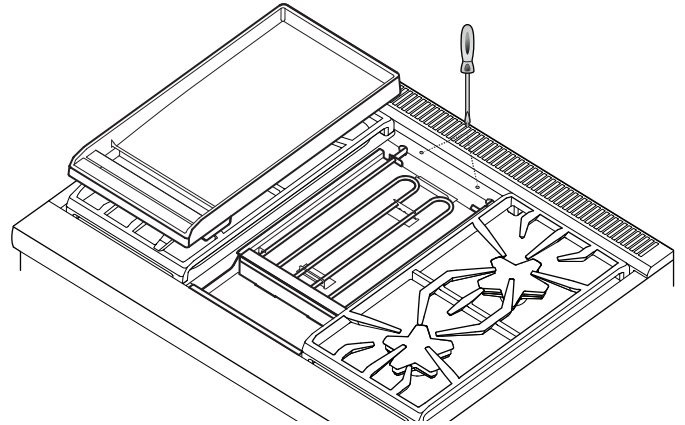

Figure 23 : Vis de nivelage de la plaque chauffante
3. Déplacer de la plaque chauffante sur le côté (Figure 23).